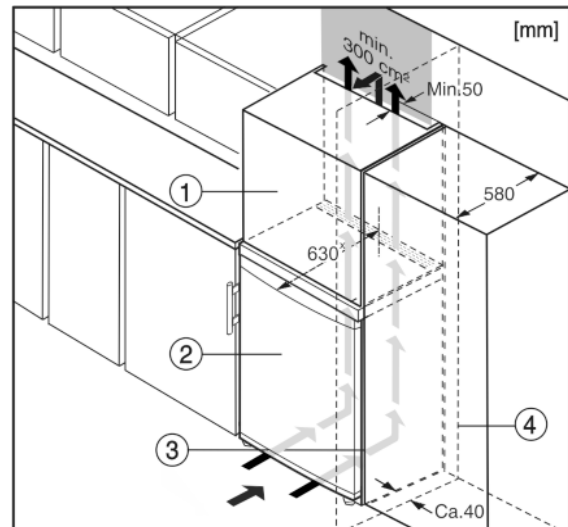

Fig. 10
Устройство может быть окружено предметами кухонной обстановки. Чтобы уравнивать устройство Fig. 10 (2) по высоте с кухонной стенкой, можно установить над устройством соответствующий дополнительный шкафчик Fig. 10 (1).
При комбинировании с кухонными шкафами (глубина макс. 580 мм) устройство можно установить непосредственно рядом с кухонным шкафом Fig. 10 (3). Устройство выступает сбоку на 34 мм^x и по центру на 50 мм^x относительно передней стенки кухонного шкафа.
Если устройство установлено на шарнирах у стены *Fig. 10 (4)*, то расстояние между устройством и стеной должно быть не менее 40 мм. Настолько выступает ручка при открытой дверце.